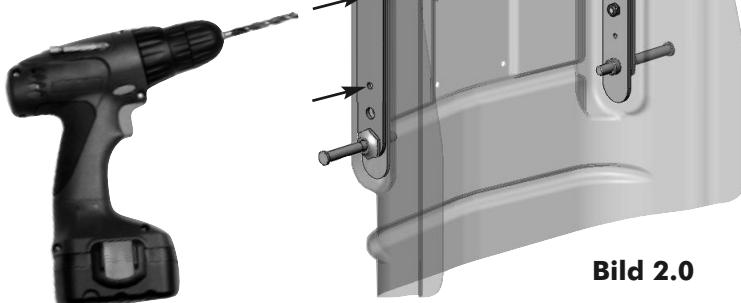

Bild 2.0
4. Använd de innersta hålen på förstärkningsplattan som mall (se **bild 2.0** nedan) och borra två pilothål genom bakstycket och förstärkningsplattan i metall. (**3 mm (1/8")** borrhöjd krävs)